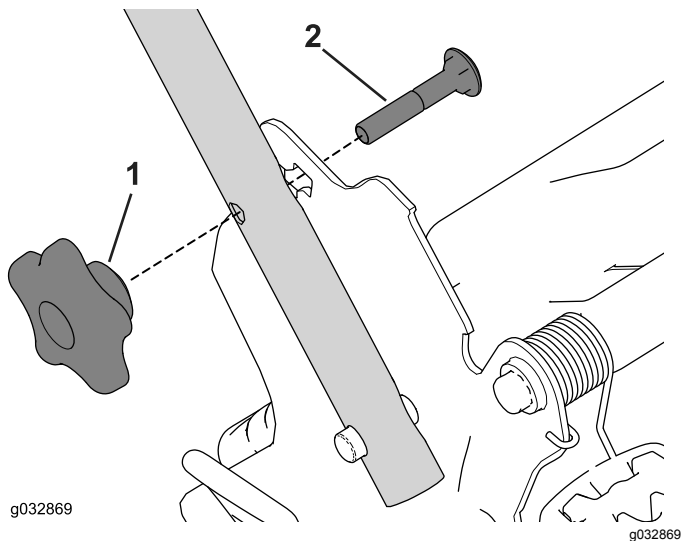

**Bild 21**
1. Ziehen Sie die Elektrostarttaste (falls vorhanden) ab, siehe Bild 21.